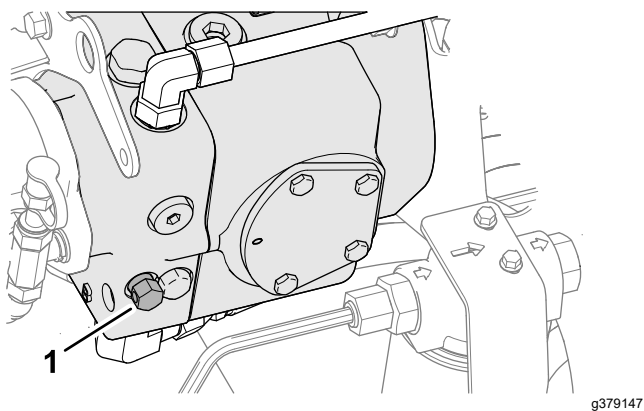

図 58
3. 吐出量可変油圧ポンプについているバイパスバルブを右または左に 1.5 回転させると内部でバイパスが形成される 図 58。